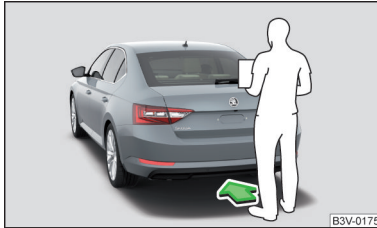

Abb. 47
- Einen Fuß unter dem hinteren Stoßfänger im Sensorbereich zügig in Pfeilrichtung schwenken » Abb. 47.